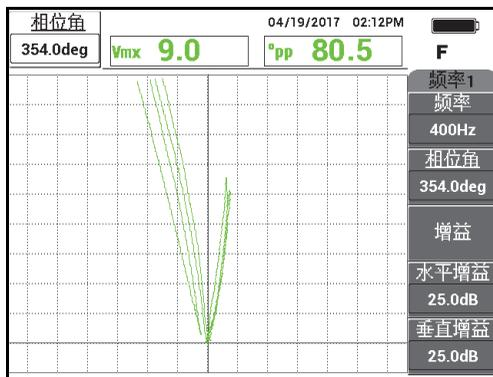

图 5-214 调节信号的相位
- 按相位角键 ()，然后转动信号，直到外壁凹槽信号被十字准线的垂直线切分（参见第 261 页的图 5-214）。